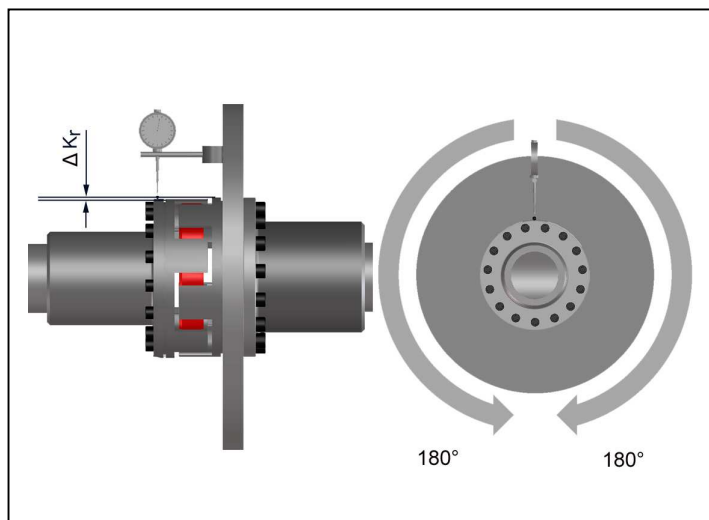

Bild 10
- Vermessen Sie eine ganze Umdrehung (360°). Ermitteln Sie dabei die größte Abweichung K_{r1} sowie die kleinste Abweichung K_{r2} (Bild 10). Berechnen Sie die Radialverlagerung $\Delta K_r = 0,5 \times (K_{r1} - K_{r2})$. Beachten Sie die Vorzeichen der Messwerte.